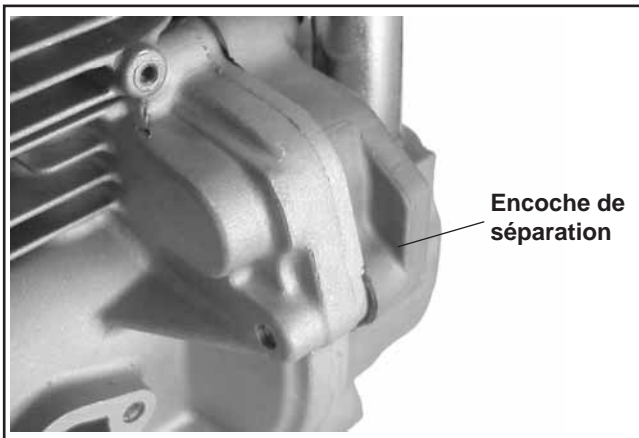

Figure 9-42. Encoche de séparation de la plaque de fermeture/carter.
2. Trouver les encoches de séparation dans la ligne de la plaque de fermeture et le carter. Voir la figure 9-42. Soulever la plaque de fermeture du carter à l'aide d'un grand tournevis plat.